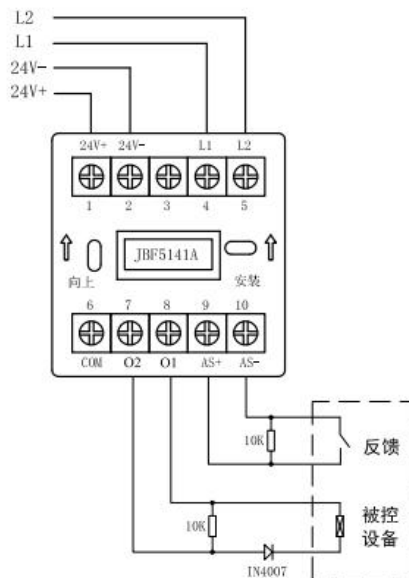

图 3 有源输出接线方式
- ◆ 24V+ (端子 1) 接 24V 供电电源正，24V- (端子 2) 接 24V 供电电源负，提供被控设备供电电源。具体接线见图 3。